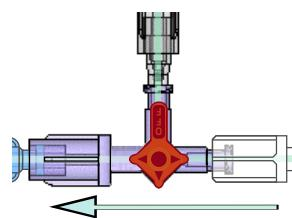

Figur 5 – Injektion af kontraststof (besparelser TIL)
- a. For at spare på kontraststoffet under en injektion af kontraststof skal stophanen på DyeVert Power XT drejes, så den er i positionen TIL mod både *stophanen til valg af ventil* og kateteret. (Se figur 5)